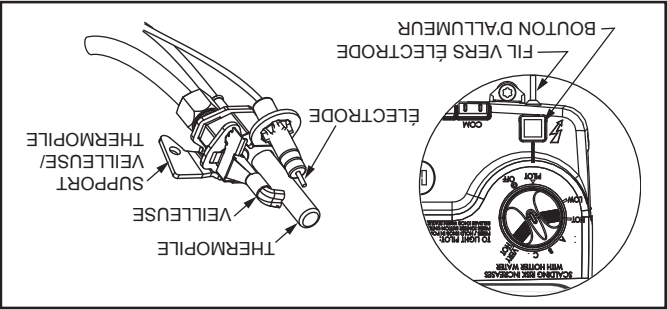
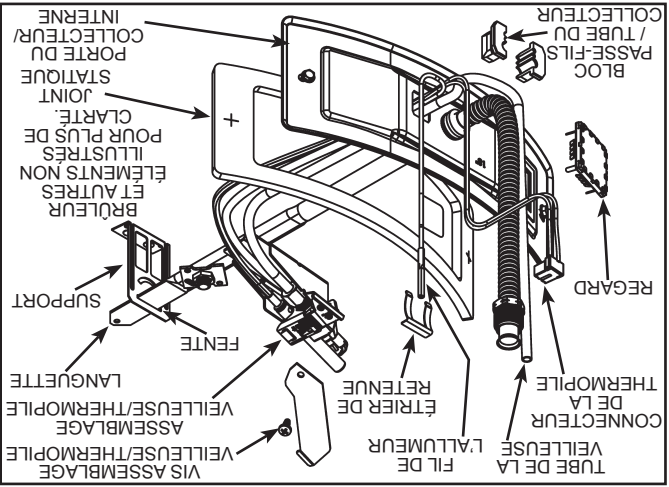

Figure 38
Figure 35
Le système d'allumage piézoélectrique est composé d'un bouton d'allumage, d'une électrode et d'un fil. Une étincelle est produite lorsque l'on pousse sur le bouton de l'allumeur, ce qui entraîne l'allumage de la veilleuse (voir Figure 38).
1. Vérifiez l'état du joint d'étanchéité avant d'entreprendre l'installation. Il ne doit pas être endommagé ni comporter de résidus à sa surface (voir Figure 35).
2. Assurez-vous que le regard est en bon état. Au besoin, remplacez-le (voir Figure 35).
3. Insérez le nouvel assemblage du collecteur/brûleur à l'intérieur de la chambre de combustion, en vous assurant d'insérer la languette du collecteur dans la rainure de support située dans la chambre de combustion (voir Figure 35).
4. Inspectez le joint d'étanchéité et assurez-vous de l'absence d'isolant en fibre de verre entre le joint d'étanchéité et la chambre de combustion (voir Figure 35).
3. Retirez la vis retenant l'assemblage de la veilleuse/thermopile au support de la veilleuse et conservez-la afin de pouvoir la réutiliser (voir Figure 35 et Figure 38).
4. À l'aide d'un tournevis plat, soulevez vers le haut les languettes de retenue situées à l'arrière du bloc passe-fils du collecteur, puis retirez le bloc passe-fils du collecteur de la porte du collecteur (voir Figure 35).
7. Insérez le nouveau tube de la veilleuse, le fil de l'allumeur et la thermopile dans l'ouverture de la porte du collecteur (voir Figure 35).